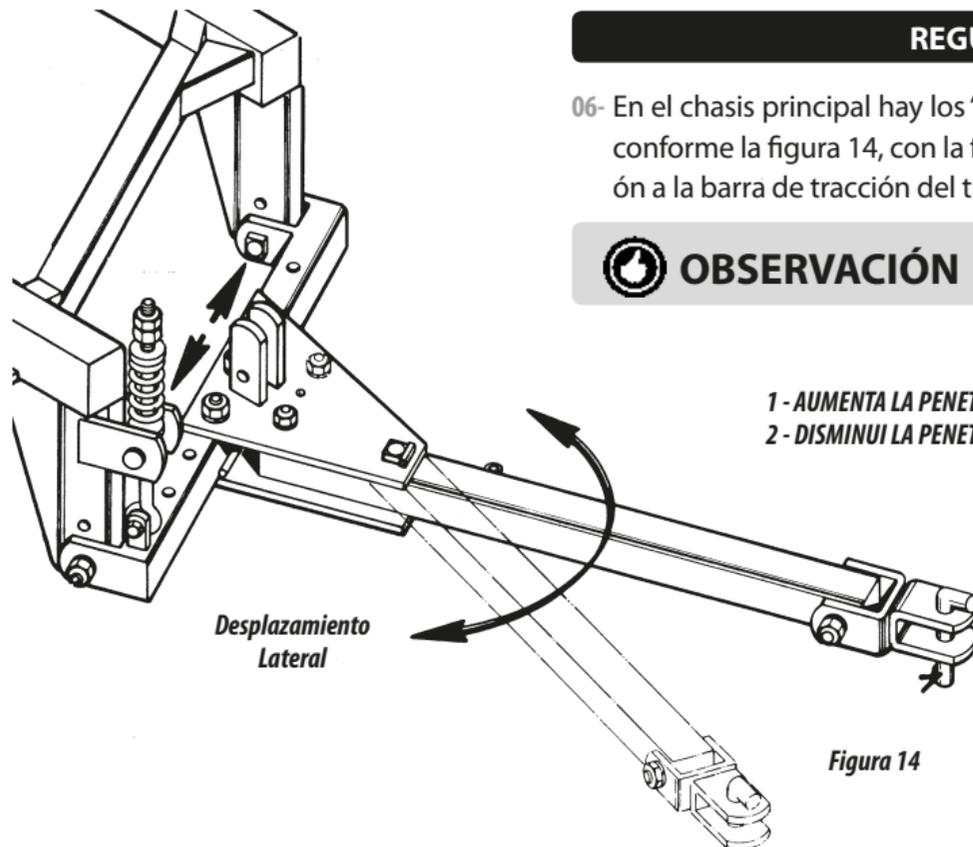

Figura 14
- 04- Este desplazamiento debe ser regulado cuando la rastra no esté proporcionando una perfecta terminación, o sea, dejando la huella del tractor. La rastra debe trabajar centralizada con la línea de tracción del tractor, para esto, desplace las chapas superior e inferior de la barra para el lado derecho o izquierdo conforme la figura 14.
- 06- En el chasis principal hay los "brazos" de enganche, lo cual poseen dos agujeros (superior e inferior), conforme la figura 14, con la finalidad principal de nivelar la barra de enganche de la rastra en relación a la barra de tracción del tractor.